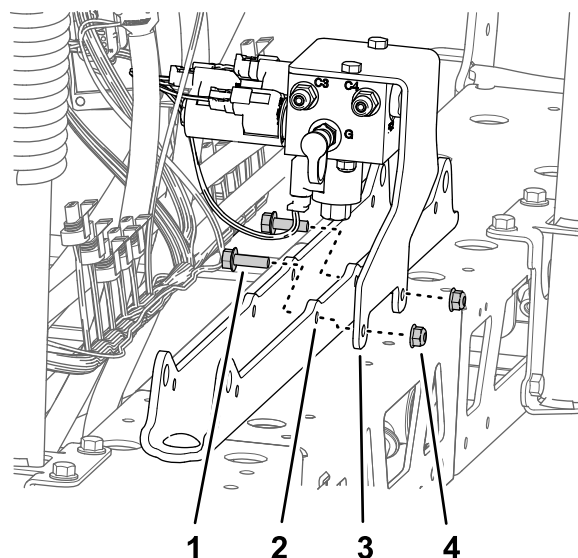

Figura 94
- A. Allineate i fori nella staffa di supporto per il collettore di sollevamento delle sezioni con i fori nel supporto del cilindro (Figura 94).
- B. Montate la staffa di supporto sul supporto del cilindro (Figura 94) con i 2 bulloni a testa flangiata ($\frac{5}{16}$ " x 1") e il dado di bloccaggio flangiato ($\frac{5}{16}$ ") che avete rimosso al passaggio 1 di Rimozione del collettore di sollevamento